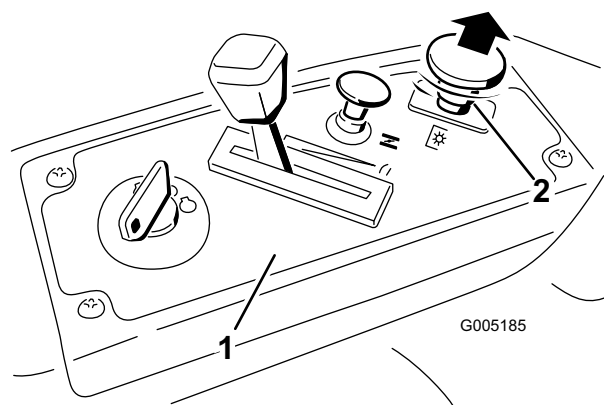

Figure 11
3. Tirez sur la commande des lames pour engager les lames (Figure 11).